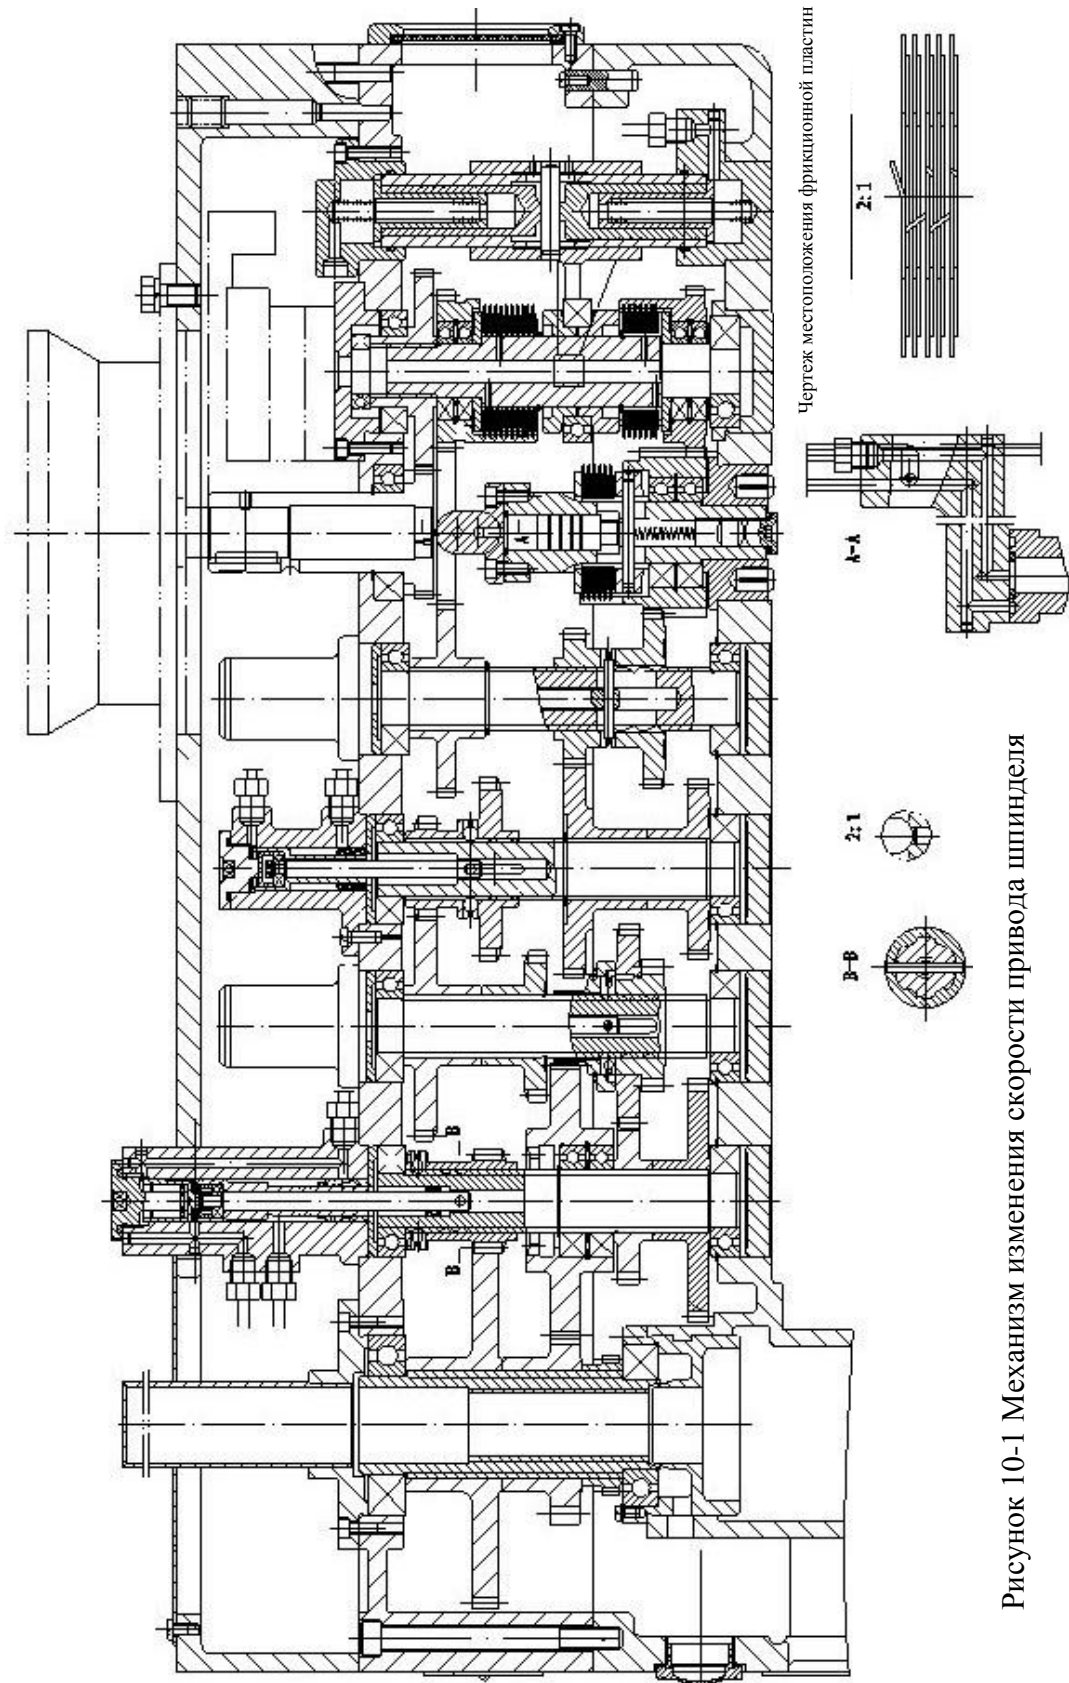

Рисунок 10-1 Механизм изменения скорости привода шпинделя
10.1 Система передачи скорости шпинделя (Рисунок.10-1)